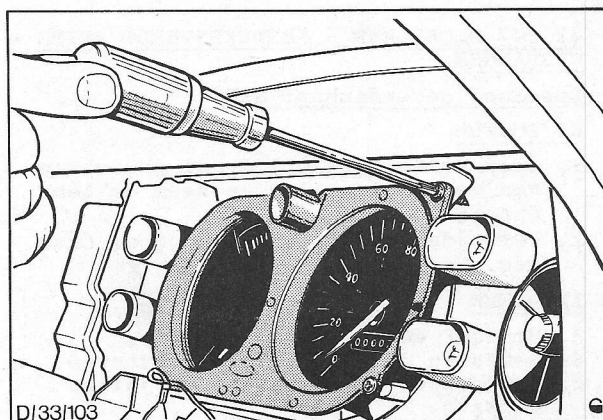

Fig. 26. Schroeven van de instrumentengroep verwijderen
8. Verwijder de schroeven waarmee de instrumentengroep is bevestigd. Fig.26.